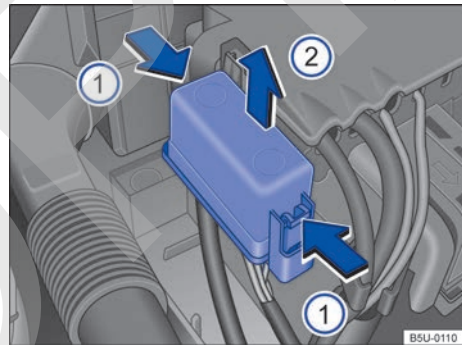

Fig. 159 En el compartimento del motor: cobertura de la caja de fusibles.
- Presionar las trabas en el sentido de la flecha → fig. 159 , para desbloquear la cubierta de la caja de fusibles.